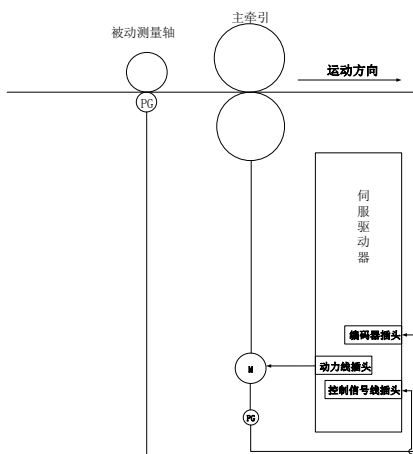
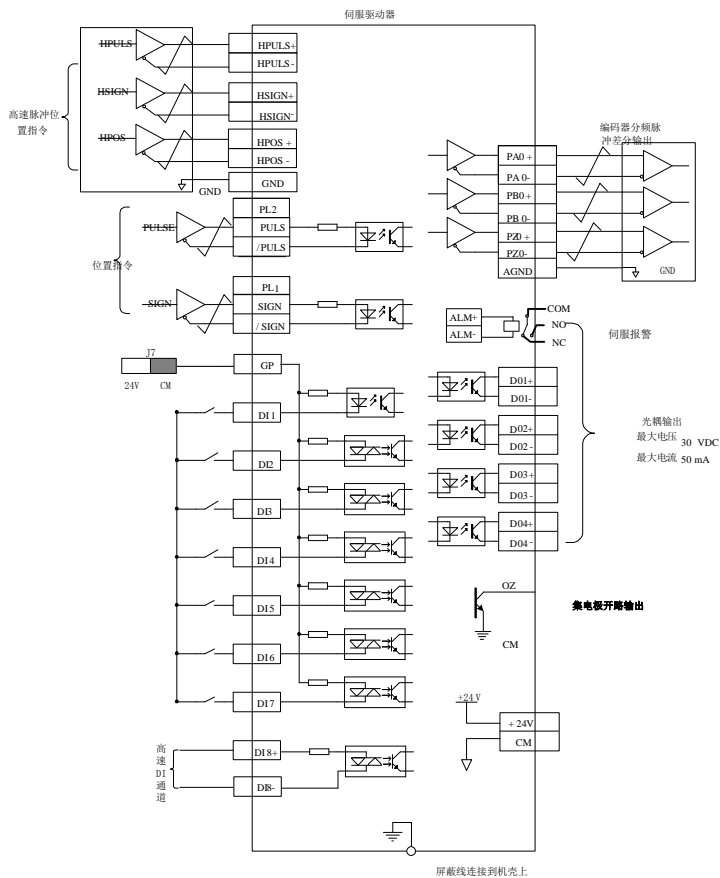

图 6.4.37 全闭环典型应用示意图
图 6.4.39 全闭环模式典型接线图
- ◇ 参考图 6.4.37 或图 6.4.39 的配线说明，进行 DI/DO 信号的连线；